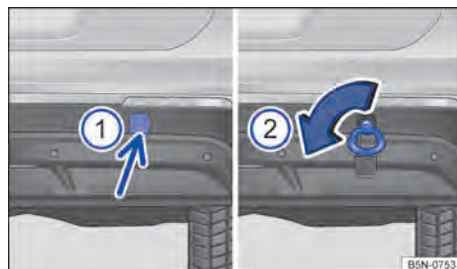

Fig. 229 No para-choque traseiro à direita: argola de reboque rosqueada.
- Pressionar na área inferior da cobertura (seta) para soltar o encaixe da cobertura → Fig. 229 ⓘ.
- Rosquear a argola de reboque de forma tão firme quanto possível **no sentido anti-horário** no alojamento → Fig. 229 ② → ⓘ. Utilizar um objeto apropriado com o qual a argola de reboque possa ser rosqueada com firmeza no alojamento.